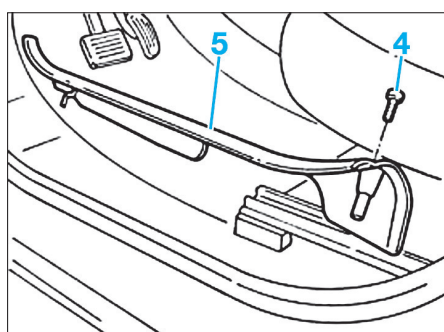

FIG. 54
- De chaque côté, déposer la vis (4), puis dégraffer le seuil de porte (5) (Fig.54).